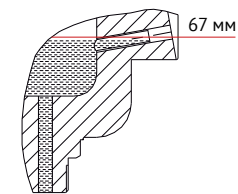

Рис. 3. Уровень рабочей жидкости
5. При помощи насоса предварительного заполнения устройства для создания тестового давления в системе, заполните разделитель рабочей жидкостью до нижней кромки отверстия контролирования уровня рабочей жидкости, как показано на рис. 3. Источник сжатого воздуха (или азота) должен быть настроен на давление не превышающее 26 МПа (260 кгс/см²).